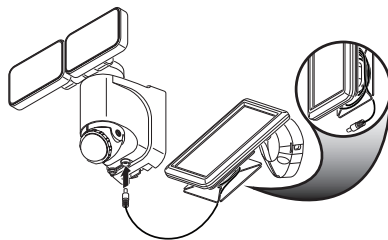

Figure 8
3. Acheminer soigneusement le câble du panneau solaire à l'appareil d'éclairage. Retirez le bouchon de caoutchouc du bas du luminaire, puis insérez l'extrémité du câble dans l'ouverture (voir la Figure 8). *Remarque :* Enroulez tout excès de câble du panneau solaire autour du système de gestion de câble à l'arrière du panneau solaire. Laissez suffisamment de câble pour former une boucle d'égouttement.